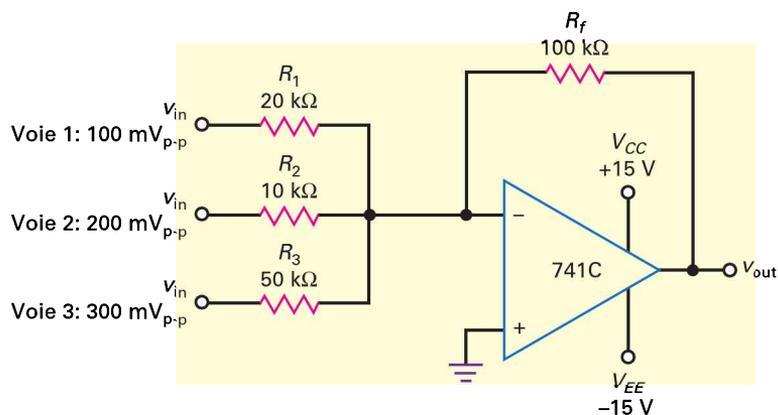

Figure 16.25
Trois signaux audio alimentent l'amplificateur sommateur de la figure 16.25. Dans cet exemple, chacun des signaux d'entrée pourrait être la sortie d'un microphone ou d'une guitare électrique. L'effet combiné de ce circuit mélangeur audio est un signal de sortie qui contient la somme instantanée de toutes les entrées. Quelle est la tension de sortie AC ? Que vaut la tension AC de sortie ?
16.12 Avez-vous compris ? Reprendre la figure 16.25 en faisant passer les tensions d'entrées de valeurs crête à crête à des valeurs DC positives. Que vaut la tension de sortie DC ?